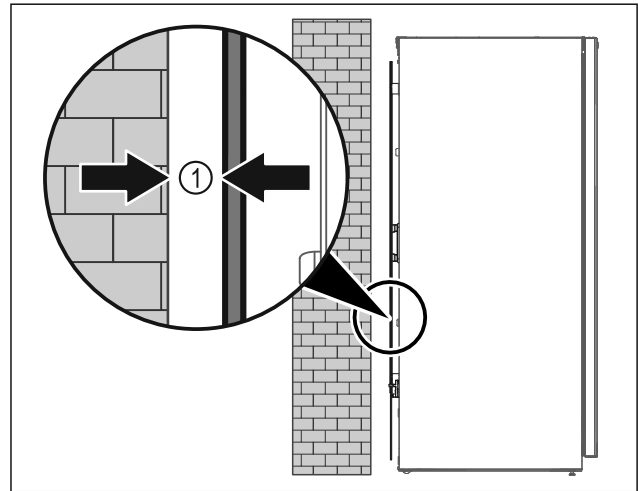

Fig. 45
- ▶ Τοποθετήστε τη συσκευή είτε ελεύθερη στον χώρο είτε απευθείας σε έναν τοίχο σε ελάχιστη απόσταση 5 mm Fig. 45 (1).